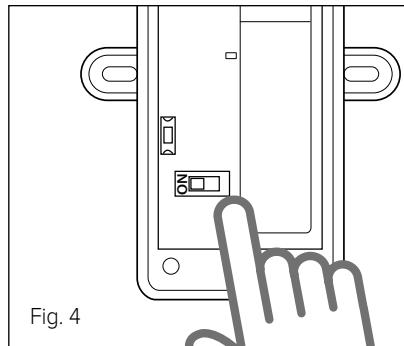

Fig. 4
- Setați microîntrerupătorul de pe placă Sondei Externe în poziție **ON** (fig. 4).